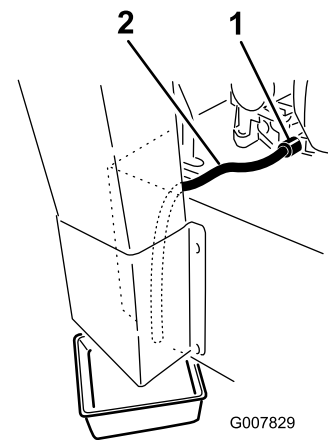

Figura 35
5. Collocate una bacinella sotto il tubo di spurgo. Girate la valvola di spurgo dell'olio per lasciar defluire l'olio (Figura 35).